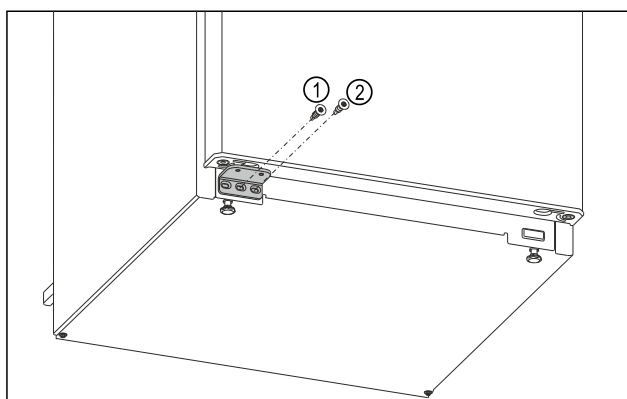

Fig. 17
- Sredinski vijak ležajnega podstavka Fig. 17 (1) trdno privijte z izvijačem Torx 20.
- Notranji vijak ležajnega podstavka Fig. 17 (2) trdno privijte z izvijačem Torx 20.